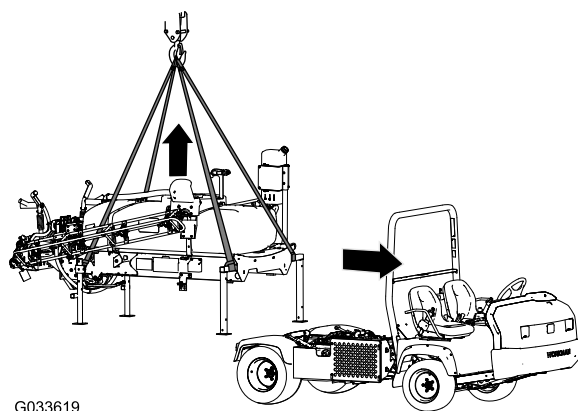

Bild 135
5. Befestigen Sie die Hebevorrichtung an den horizontalen Rohren der vorderen Stützböcke und der vertikalen Strebe der hinteren Stützböcke (Bild 135).
1. Senken Sie die Ausleger auf ca. 45° ab und schwenken Sie sie nach vorne (Bild 135).
7. Heben Sie das Behältergestell so weit an, dass das Gestell nicht die Maschine berührt (Bild 135).